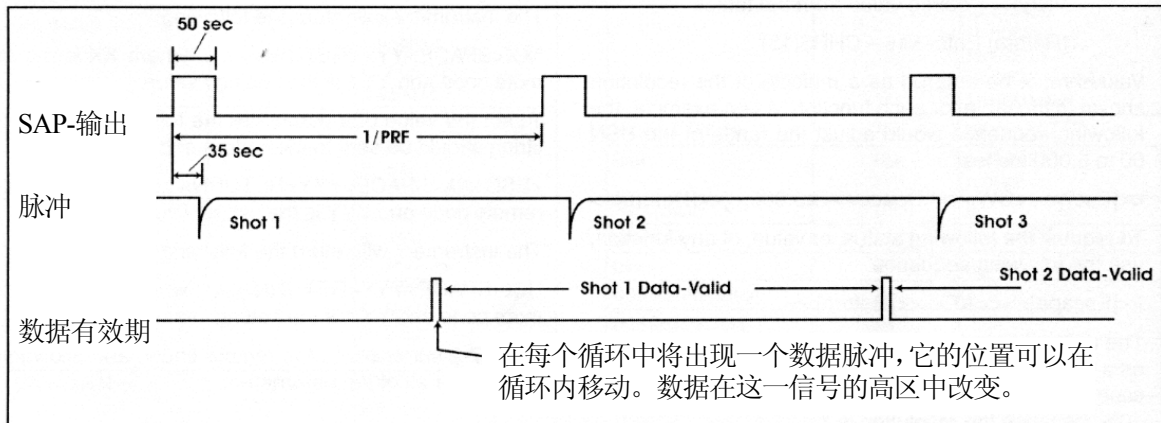

图 7-2——标记, ????
13. SAP 输出——该针在每一个循环开始时输出一个 50psec 长的脉冲。在这一信号的上升界限后，脉冲器激发 35psec。(如图 7-2)